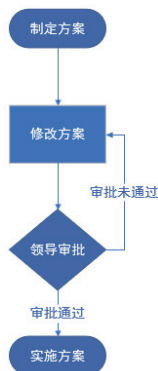

图 1-30 为连接线添加文本
(3) 双击“判定”形状与底部的“开始/结束”形状之间的连接线，进入文本编辑状态，然后输入“审批通过”。使用类似的方法，为“判定”形状与其上方的“流程”形状之间位于右侧的连接线添加“审批未通过”文本，如图 1-30 所示。